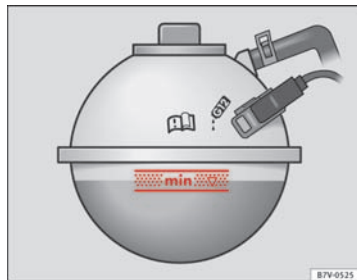

Fig. 108 I motorrummet: markering på motorkølevæskebeholder
- Kontroller kølevæskestanden på markeringen i siden af kølevæskebeholderen, når motoren er kold ⇒ Fig. 108.
- Motorkølevæskestanden skal være mellem markeringerne på kølevæskebeholderen ⇒ Fig. 108. **Fyld kun op til det markerede områdes øverste kant** ⇒ .
- Fyld kun motorkølevæske på til den øverste kant ved det markerede område ⇒ Fig. 108. Ellers presses overskydende motorkølevæske ud af motorens kølesystem ved opvarmning, hvilket kan medføre skader.